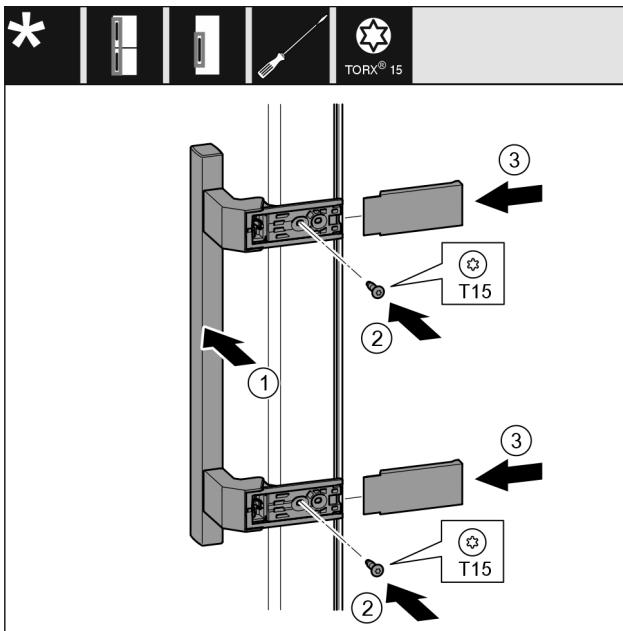

Fig. 23
- Griff Fig. 23 (1) auf der Gegenseite ansetzen.
- Schrauben Fig. 23 (2) mit Schraubendreher fest-schrauben.
- Abdeckungen Fig. 23 (3) seitlich ansetzen und aufschieben.